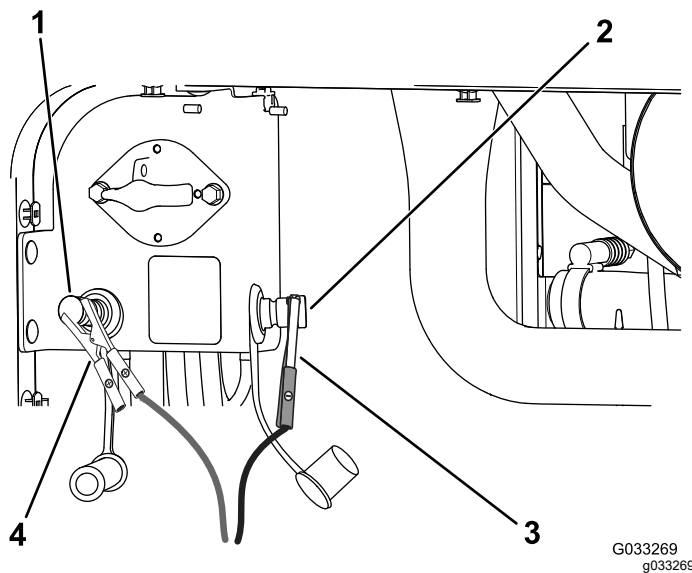

Figure 108
4. Connectez le câble positif du chargeur de batterie à la borne positive de la batterie (Figure 108).
5. Branchez le câble négatif du chargeur de batterie à la borne négative de la batterie déchargée (Figure 108).
7. Quand les batteries sont chargées au maximum, débranchez le chargeur de la source électrique, puis débranchez les fils du chargeur des bornes de la batterie déchargée (Figure 108).